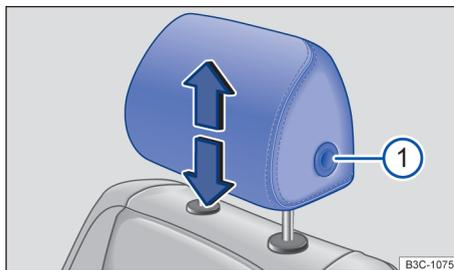

Fig. 81 Apoio para cabeça dianteiro: ajustar.
- Deslocar o apoio para cabeça para cima ou para baixo no sentido da seta correspondente; caso necessário, pressione ao mesmo tempo o botão → Fig. 81 ① → ⚠ em *Introdução ao tema* na página 94.